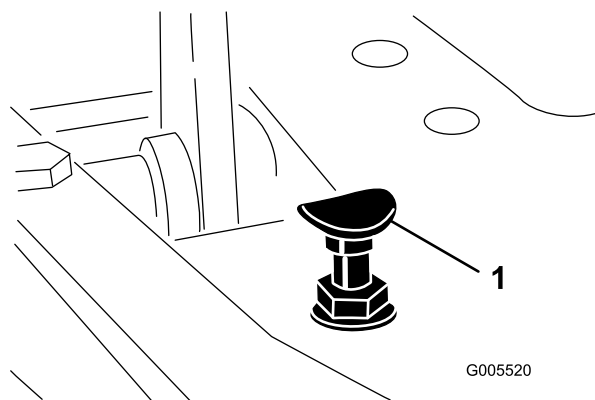

Figura 42
Pentru a obține viteza maximă de transport, deplasați maneta de control al funcționării în poziția TRANSPORT și apăsați pedala de traciune. Dacă pedala intră în contact cu opritorul (Figura 42) înainte de a simți tensionare în cablu, efectuați următoarea procedură de reglare:
1. Deplasați maneta de control al funcționării în poziția TRANSPORT și slăbiți contrapiulia care fixează opritorul pedalei la placa de podea (Figura 42).